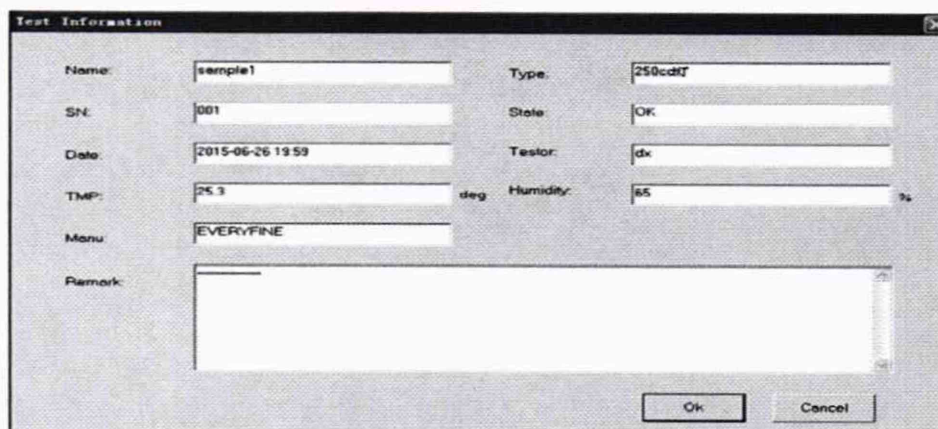

Рисунок 7 – Окно «Информация об испытании»
7.2.12 Нажать кнопку **Single Test F3** (Единичное измерение). После завершения единичного измерения появится диалоговое окно «Информация об испытании» (см. рисунок 7).